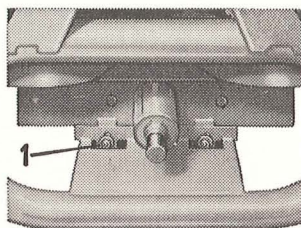

Fig. 10
- Lossa växellådans båda främre fästbultar (se fig. 10/11) och skruva bort den bakre växellådshållaren (fig. 11/2). Tag bort växellådan.